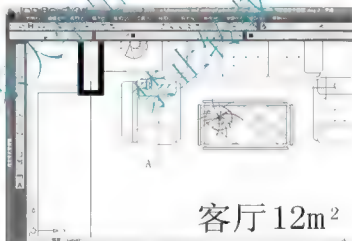

图 1.27 执行【栅选】命令
- 在指定第一个栏选点：提示下，在 A、B、C 处依次单击后，拖曳出如图 1.27 所示的虚线，虚线和两个“小沙发”相交，按 Enter 键后两个“小沙发”呈虚线显示(被选中)。